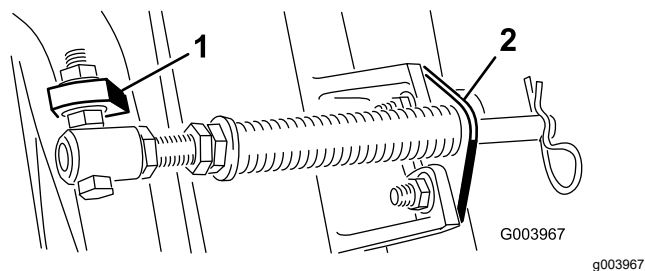
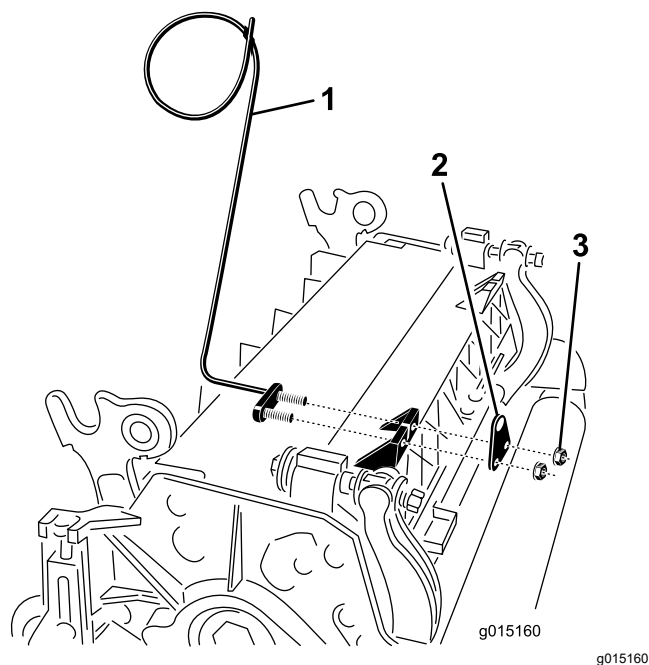

図 11
図 13
注 図 11 に示すように、ボルトの頭部がタブの外側を向くように取り付けること。
- E. カッティングユニットのタブにロッドブラケットを取り付け、キャリッジボルト2本とナットで固定する 図 11。ロッドブラケットの再取り付けを行うときに、カッティングユニットのタブの前に、左ホースガイドを取り付ける 図 13。